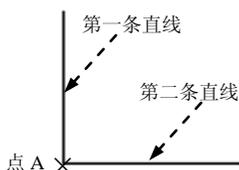
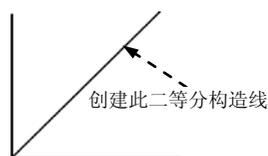

图 2.1.15 绘制“二等分”构造线前
图 2.1.16 绘制“二等分”构造线后
下面以图 2.1.15 和图 2.1.16 所示为例, 说明绘制二等分构造线的一般操作步骤。
Step1. 首先创建图 2.1.15 所示的两条直线。
Step6. 定义角的端点。在命令行**指定角的端点**:的提示下,选取第二条直线上的任意一点作为角的端点。此时系统便绘制出经过两条直线的交点且平分其夹角的构造线,如图 2.1.16 所示。